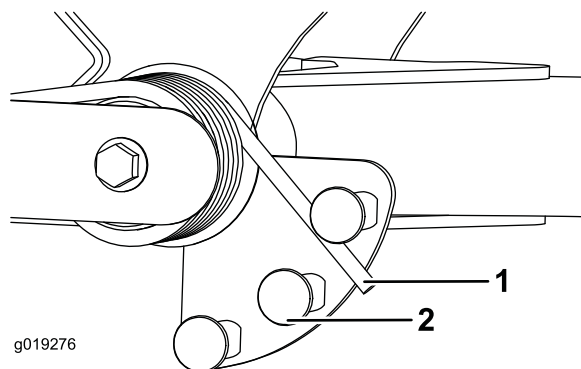

Figura 54
2. Inserite un tubo o un oggetto simile sull'estremità della molla lunga e giratelo attorno all'attuatore della molla nella posizione desiderata (Figura 54).